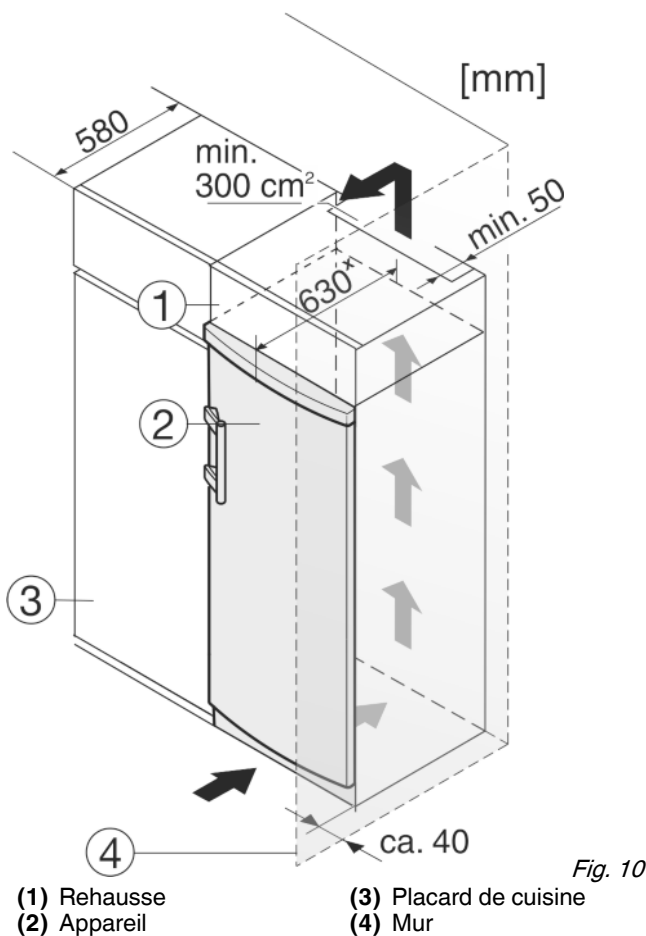

Fig. 10
L'appareil peut être intégré dans des meubles de cuisine. Pour adapter l'appareil Fig. 10 (2) à la hauteur du coin cuisine, une rehausse Fig. 10 (1) peut être posée sur l'appareil.
Lors de la transformation avec des placards de cuisine (profondeur max. 580 mm), l'appareil peut être placé directement à côté du placard Fig. 10 (3). L'appareil se trouve latéralement à 34 mm * et au milieu de l'appareil à 50 mm * par rapport à la façade du placard.
Si l'appareil avec les charnières est installé près d'une paroi Fig. 10 (4), la distance entre l'appareil et la paroi doit être de min. 40 mm. Ceci correspond à la saillie de la poignée avec la porte ouverte.